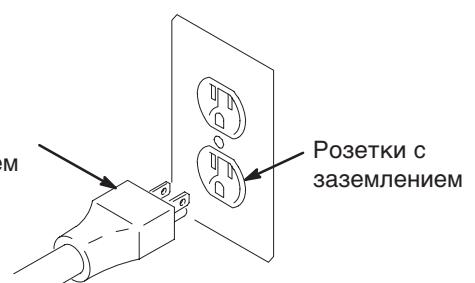

Рис. 2
1. Рис. 2. Для моделей Ultra Max II 695, 795 и 1095 на 100–120 В перемен. тока частотой 50/60 Гц требуется сеть мощностью 15А с заземленной розеткой. Для моделей Ultra Max II 1595 на 120 В перемен. тока частотой 50/60 Гц требуется сеть мощностью 20А с заземленной розеткой; для моделей на 220–240 В перемен. тока частотой 50/60 Гц, требуется сеть мощностью 10А с заземленной розеткой.